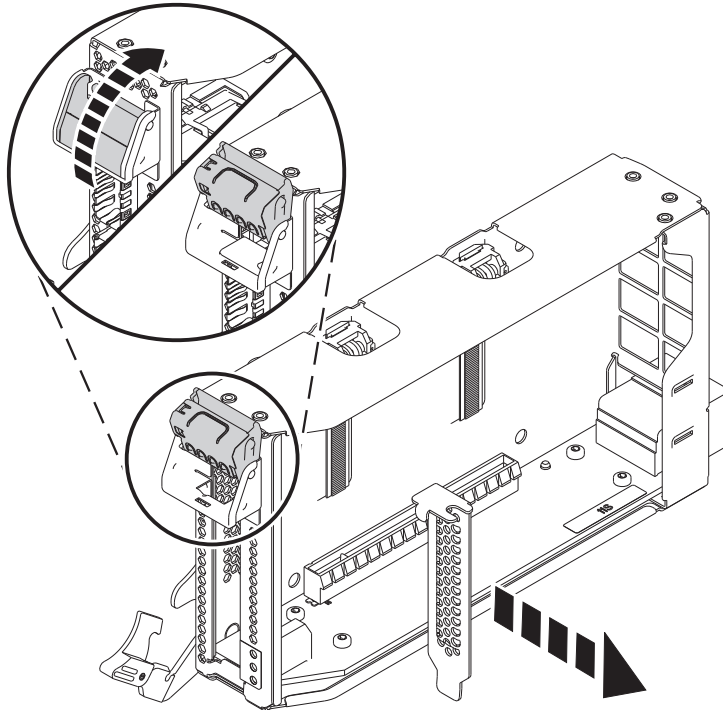

Figure 29. Retrait de l'obturateur de carte PCIe de la cassette de cartes
- c. Pour déverrouiller la contre-poupée d'obturation, faites tourner le taquet sur l'extrémité de contre-poupée de la cassette, comme illustré dans la figure 29, à la page 30.
- d. Retirez la contre-poupée d'obturation de la cassette, comme illustré dans la figure 29, à la page 30.